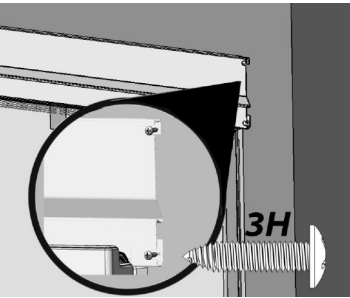

Fig. 23
- b. Perfore orificios guía 1/8" y ajuste dos tornillos 3H en el lado derecho de la moldura superior (un tornillo por lado para la moldura superior con collar) con un destornillador Phillips a los gabinetes (Fig. 23).